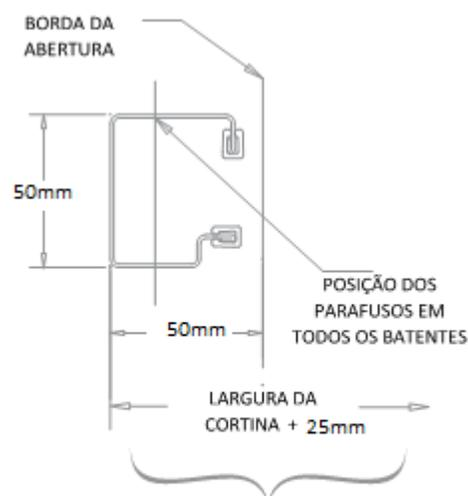

FIGURA 7
- Os guias devem ser acoplados centrados na abertura e espaçado em largura da cortina +25mm medido a partir da parte traseira do guia até a parte traseira do guia. **Ver figura 7.** Ambos os guias devem estar em prumo.